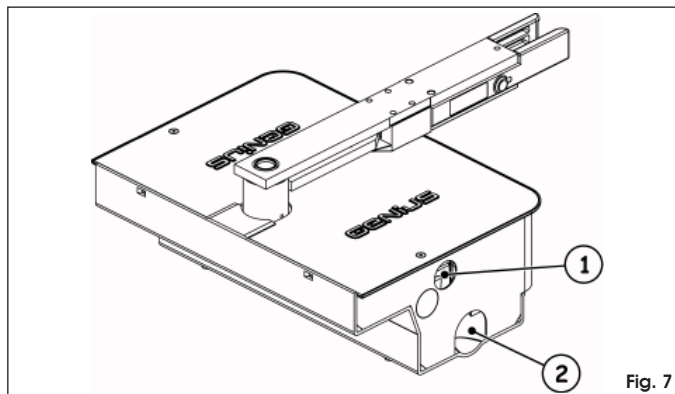

Fig. 7
3. Poner un tubo de PVC de 35 mm de diámetro para que pase un cable eléctrico de 4 conductores hasta el equipo electrónico de mando (Fig. 7 ref. ①). Se aconseja asimismo poner un tubo de drenaje del agua de lluvia que llegue hasta un canal de recuperación de las aguas (Fig. 7 ref. ②).